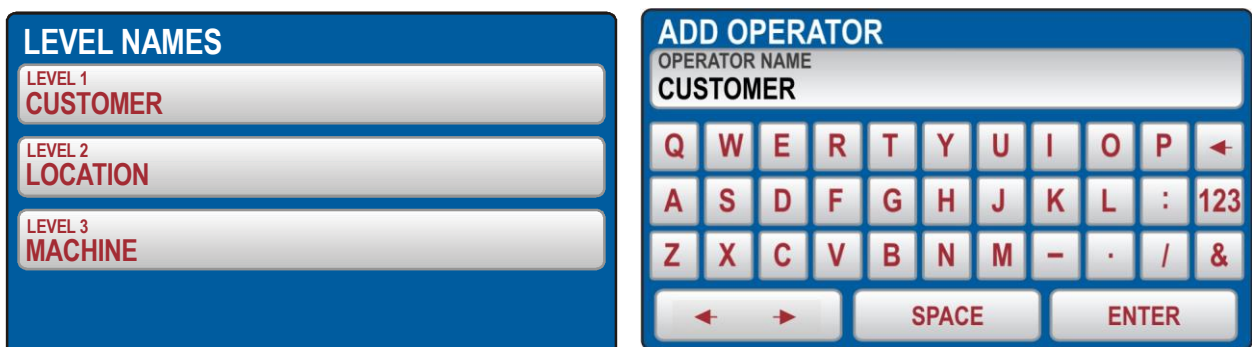

Fig. 12 : Menú LEVEL NAMES
- **LEVEL NAMES** → Hay 3 niveles disponibles cuando se guardan los resultados de la prueba: LEVEL1, LEVEL2 y LEVEL3 cuyos nombres pueden modificarse libremente (**máximo 12 caracteres**) mediante el teclado virtual interno (vea la Fig. 12) y puede utilizarse para guardar los datos de medición, realice con el instrumento cuando se presiona la tecla **SAVE** (vea §)